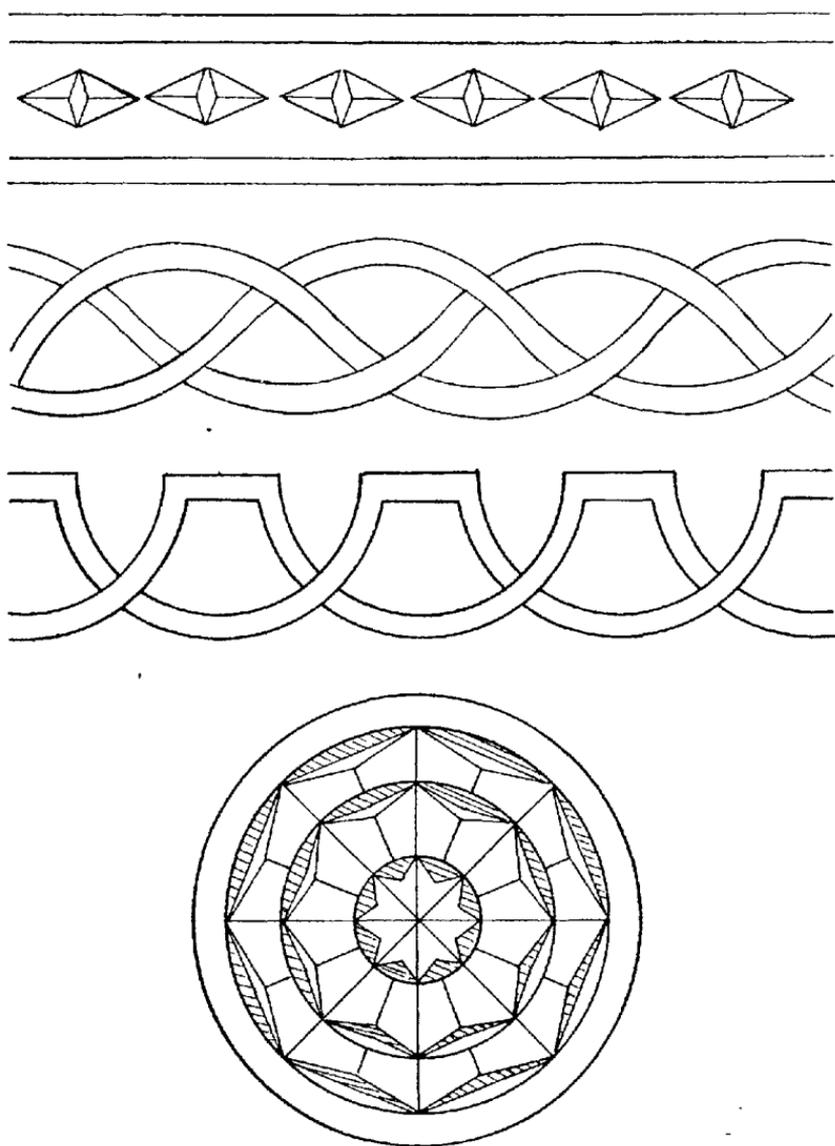

Рис. 19. Углубленная резьба
- » углубленная — геометрическая, скобчатая, контурная (рис. 19);